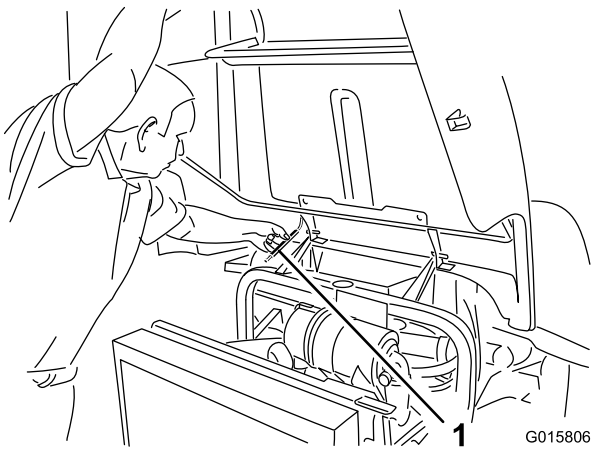

Figura 23
2. Sollevare il cofano fino a quando non è possibile posizionare l'asta di sostegno dietro il tubo del telaio (Figura 23).